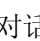

图 9.5.5 “视图管理器”对话框 (二)
(2) 在图 9.5.5 所示的“视图管理器”对话框中依次单击   按钮。